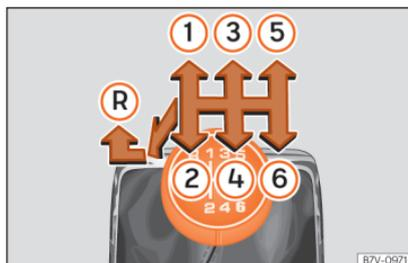

Abb. 237 Schalterschema des 6-Gang-Schaltgetriebes.
Auf dem Schalthebel sind die Positionen der einzelnen Fahrgänge dargestellt **»» Abb. 237.**
- Schalthebel auf Leerlauf stellen und nach unten drücken, ganz nach links und dann nach vorne schieben, um den Rückwärtsgang **»» Abb. 237 einzulegen.**